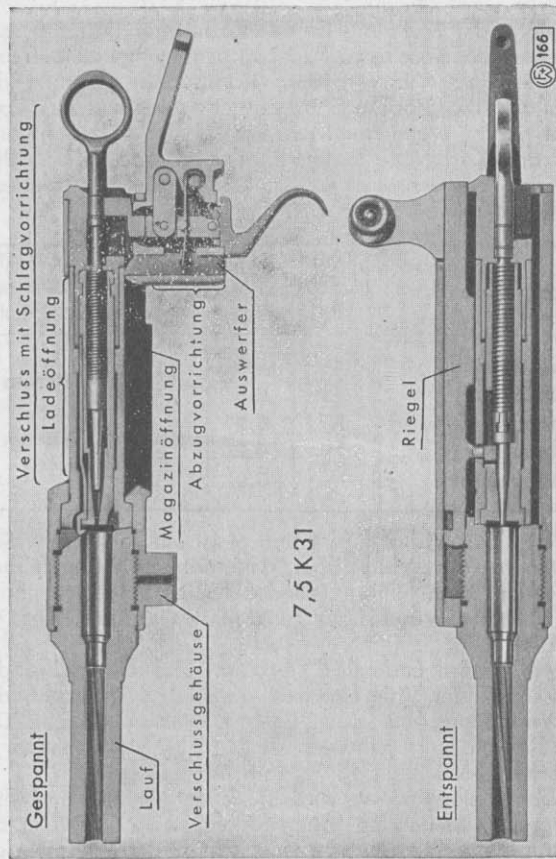

Fig. 6
11. Das **Verschlussgehäuse** (Fig. 6 und 7) ist mit dem Lauf verschraubt und dient zur Aufnahme und Führung des Verschlusses. Beim Karabiner 11 hält es ferner in Verbindung mit der Schiene das Magazin fest. Beim Karabiner 31 wird das Magazin direkt im Verschlussgehäuse eingesetzt.